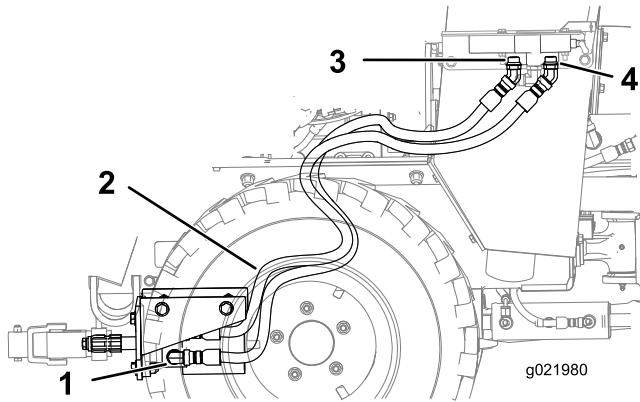

Figura 15
1. Conecte una manguera de 114.3 cm (45 pulgadas) desde el conector A del motor al conector A de la válvula de control de la Hydra Borer (Figura 15).
- Conecte la otra manguera de 114.3 cm (45 pulgadas) desde el conector B del motor al conector B de la válvula de control de la Hydra Borer (Figura 14 y Figura 15).